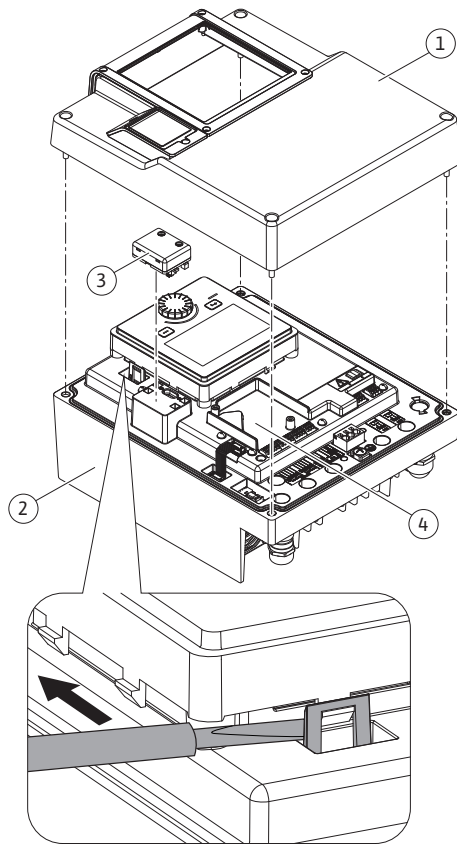
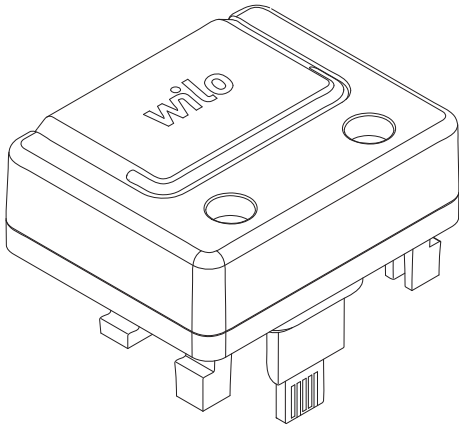

Fig. 26: Elektronikmodul
Fig. 27: Wilo-Smart Connect Modul BT
Die Bluetooth-Schnittstelle Wilo-Smart Connect Modul BT (Fig. 26, Pos. 3 und Fig. 27) dient zur Anbindung an mobile Endgeräte wie Smartphone und Tablet. In der Wilo-Assistent App befindet sich die Wilo-Smart Connect-Funktion. Mit der Wilo-Smart Connect-Funktion lässt sich die Pumpe bedienen, einstellen und Pumpendaten auslesen. Einstellungen siehe Kapitel „Inbetriebnahme“ [► 49].
1. Vier Schrauben des Elektronikmodul-Oberteils (Fig. 26, Pos 1; Fig. I, Pos. 2) lösen .
3. Wilo-Smart Connect Modul BT in die vorgesehene Schnittstelle Wilo-Connectivity Interface stecken. Siehe Fig. 26, Pos. 3.
CIF-Module (Zubehör) dienen zur Kommunikation zwischen Pumpen und Gebäudeleittechnik. CIF-Module werden im Elektronikmodul aufgesteckt (Fig. 26, Pos. 4)